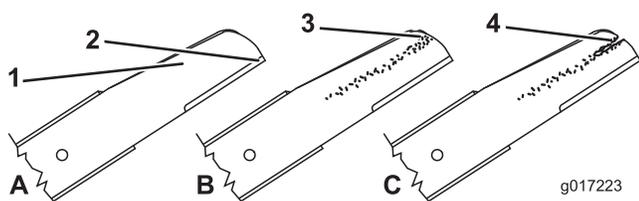

Figure 41
1. Examinez le tranchant des lames (Figure 41). Si elles ne sont pas tranchantes ou présentent des indentations, déposez les lames et affûtez-les ou remplacez-les.
2. Inspectez les lames elles-mêmes, surtout la partie relevée (Figure 41). Remplacez immédiatement toute lame endommagée, usée ou qui présente une entaille.